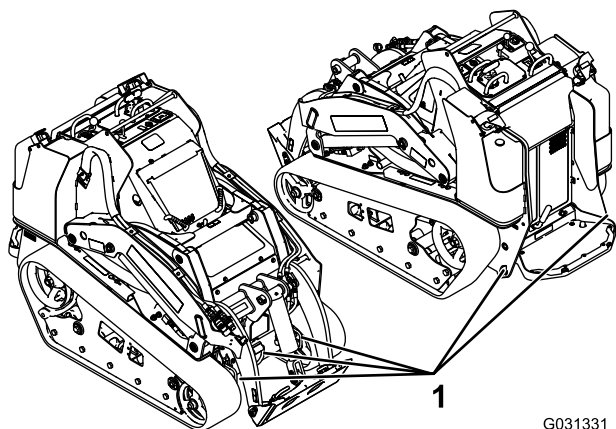

Рисунок 34
6. Для надежного крепления машины к прицепу или грузовику с помощью стропов, цепей, тросов или канатов используйте установленные на машине металлические крепежные проушины (Рисунок 34).
Вы можете поднять машину, используя в качестве такелажных точек крепежные/подъемные проушины, указанные в Рисунок 34.